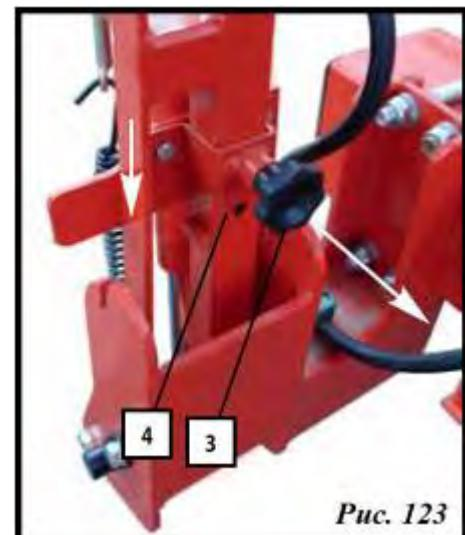

Рис. 123
- В. Потянуть за круглую ручку (3, рис. 123) и поднять фиксатор, чтобы он стал в рабочее положение (4, рис. 123).